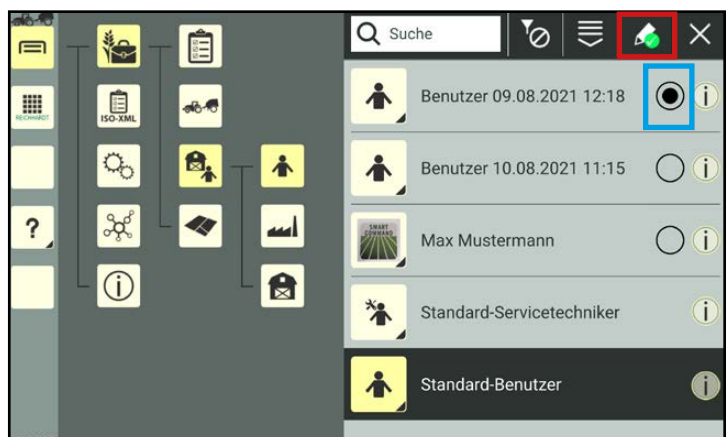
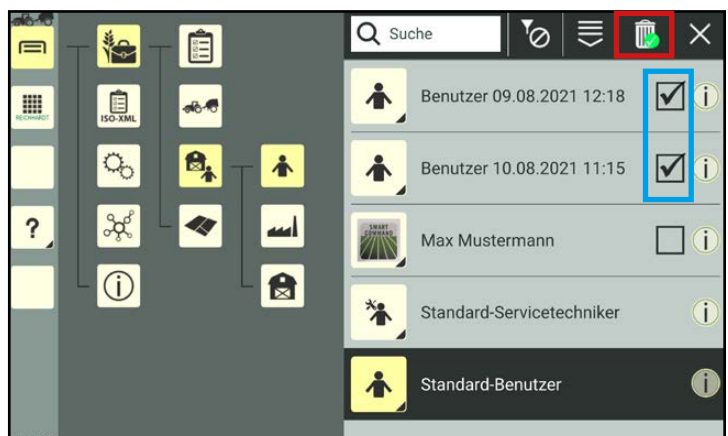

Abb. 177: Listeneintrag bearbeiten
Abb. 178: Mehrere Listeneinträge gleichzeitig löschen
- Ein Eintrag auswählbar (siehe Abb. 177):
- Mehrfachauswahl möglich (siehe Abb. 178):
Die gewählte Option wird (nach der Auswahl mindestens eines Listeneintrags) als Button mit grünem Haken in der Kopfleiste eingeblendet (siehe Abb. 177 und Abb. 178).